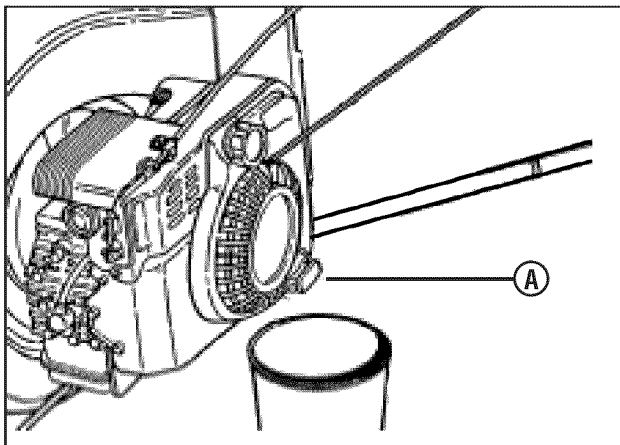

Figura 15: Drenaje del aceite del motor
2. Saque la varilla del aceite (**A, Figura 15**) y luego incline el cortacésped sobre su lado. Espere a que el aceite salga del tubo del aceite y se vierta sobre un contenedor apropiado. Deshágase del aceite usado correctamente.